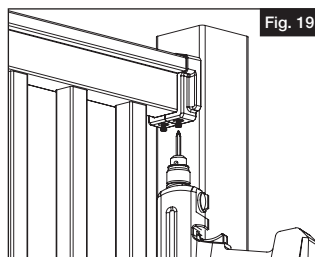

Fig. 19
- d. Mientras aprieta fuertemente la cubierta del soporte para cerrarla, taladre con una broca de $\frac{5}{32}$ " a través de los dos agujeros de abajo. A continuación, introduzca dos tornillos cuadrados #10 de 1" a través de la cubierta, el soporte metálico y el travesaño superior (Fig. 19).